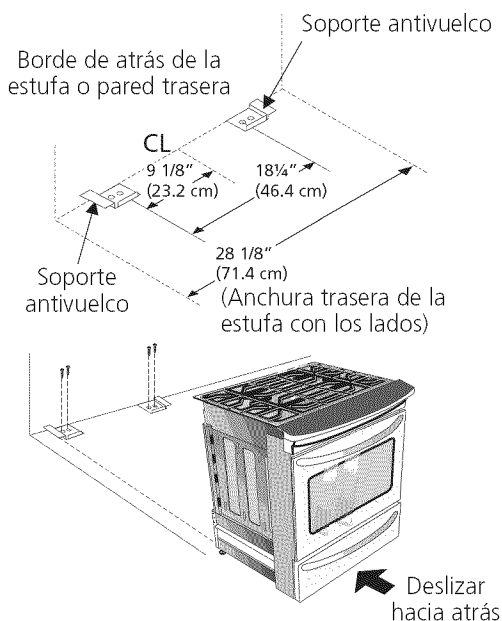

Figura 16
1. Desdoble la plantilla de papel y colóquela plana en el piso con los bordes laterales y el trasero colocados exactamente donde la parte trasera y los lados de la estufa serán colocados cuando sea instalada. (Use el diagrama siguiente para ubicar los soportes si no se dispone de la plantilla (Figura 16)).